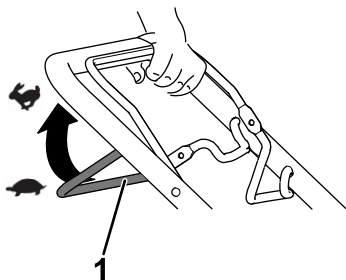

Рисунок 11
- Для включения самоходного привода: прижмите штангу управления самоходным приводом к рукоятке и удерживайте ее в нажатом положении (Рисунок 11).